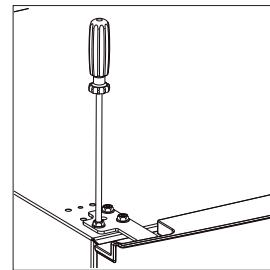

Fig. 15
- ▶ Spænd ikke skruerne helt fast endnu, da fryseskabsdøren (7) stadig skal kunne justeres. Spænd først skruerne, når en ensartet lukning af fryseskabsdøren (7) er mulig.
- ▶ Sæt en spændeskive på hængselstappen for det mellemste hængsel, og sæt køleskabsdøren (2) på hængselstappen.
- ▶ Anbring nu køleskabsdøren (2) på det mellemste hængsel (6), ved at du placerer udsparingen nede på køleskabsdøren (2) på hængselstappen.
- ▶ Fastgør ligeledes det øverste hængsel med skruerne (fig. 15).